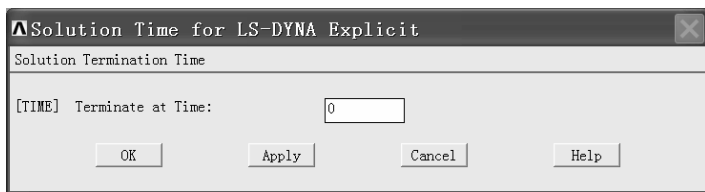

图 5-48 “Solution Time for LS-DYNA Explicit” 窗口
(1) 依次选择 Main Menu>Preprocessor>Solution>Time Controls>Solution Time，弹出“Solution Time for LS-DYNA Explicit”窗口（见图 5-48）。
(2) 在“Solution Time for LS-DYNA Explicit”窗口中“[TIME] Terminate at Time:”后的方框中输入“0.15”，然后单击该窗口中的“OK”按钮。